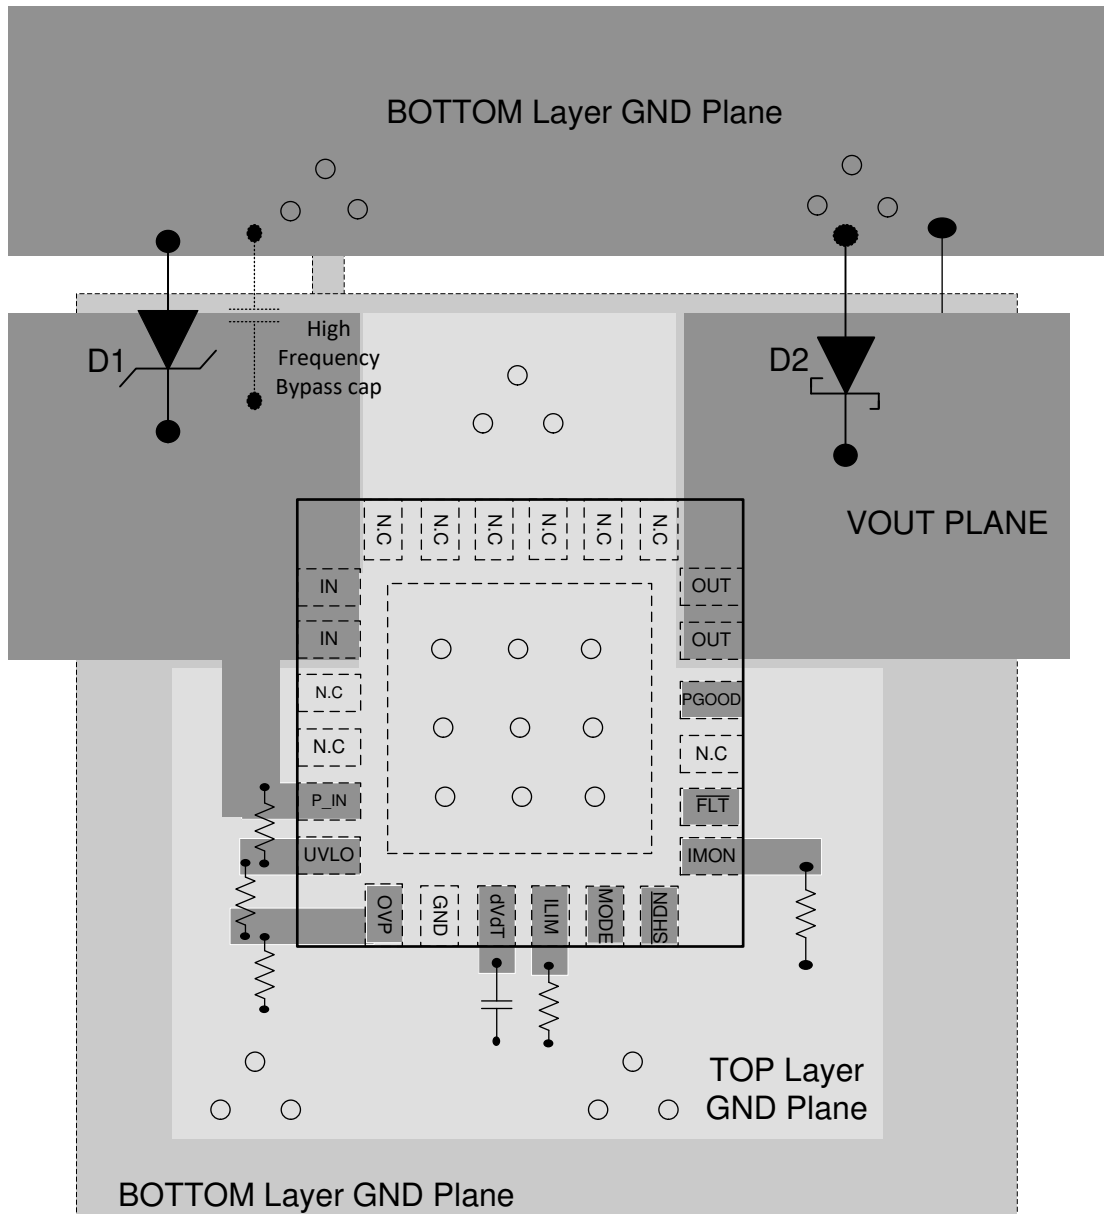
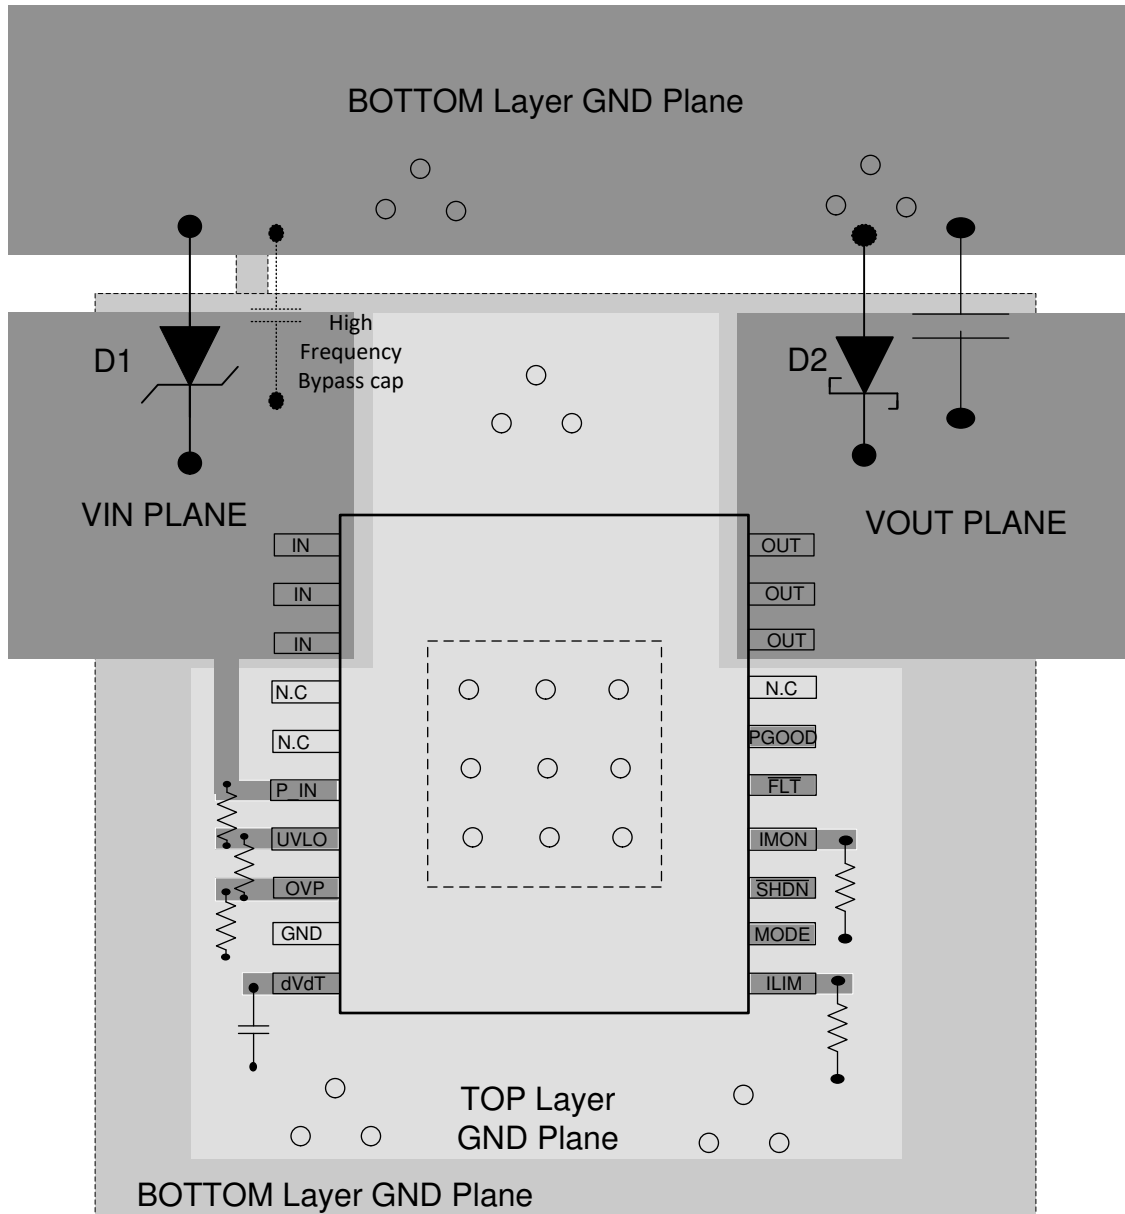

図 9-11. 2 層 PCB の QFN パッケージを使用した PCB レイアウト例
図 9-12. 2 層 PCB の HTSSOP パッケージを使用した代表的な PCB レイアウト例
- 大電流を流すパワーパス接続はできる限り短くし、全負荷電流の 2 倍以上が流れるようにサイズを調整する必要があります。典型的な PCB レイアウト例については、図 9-12 と 図 9-11 を参照してください。